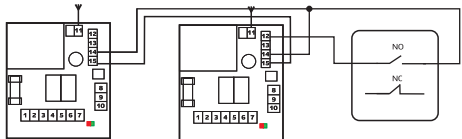

Рис. 7 — Вариант управления без перемычки
7.2.1 Управление группой устройств, перемычка не установлена (см. рис. 7)